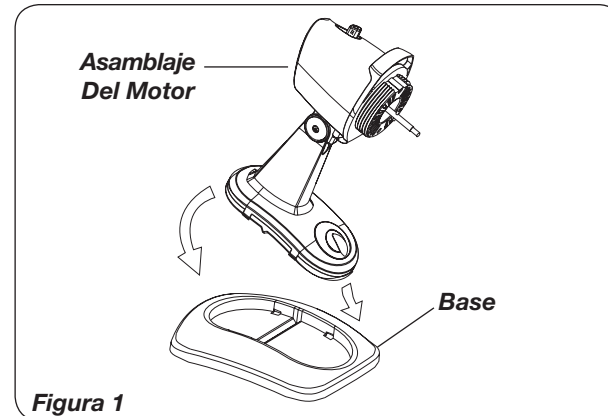

Figura 1
1. Inserte la parte delantera del *Asamblea Del Motor* hacia la parte delantera de la *Base*. Empuje asi atras en el *Asamblea del Motor* y acomodelo completamente en su posicion. (Figura 1)